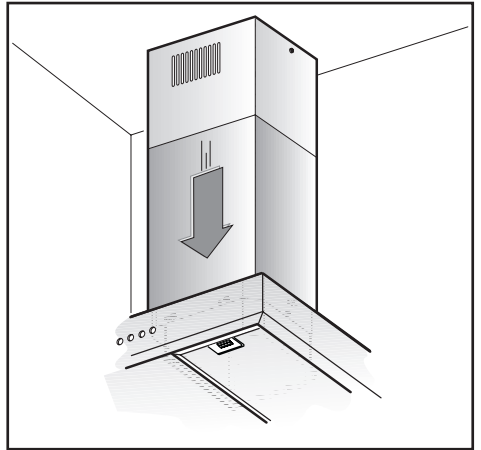

Fig.12
- Togliere il nastro adesivo **L** ed appoggiare il camino decorativo inferiore sopra il corpo cappa (Fig.12).